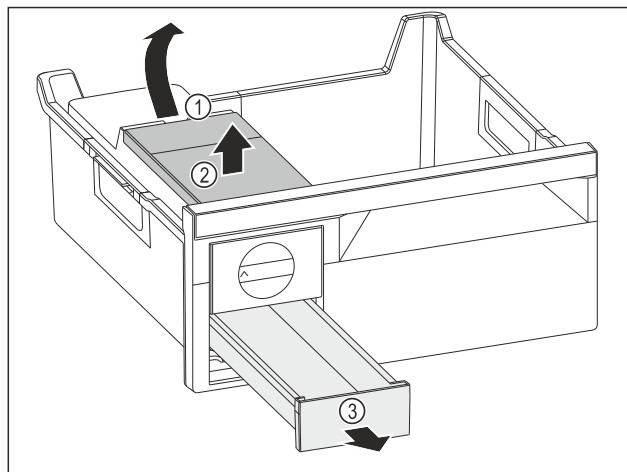

Fig. 170
- Изваждане на резервоара за вода: Повдигнете резервоара за вода при прорежа Fig. 170 (1).
- Извадете резервоара за вода Fig. 170 (2) нагоре.
- Извадете чекмеджето за ледени кубчета Fig. 170 (3) напред.